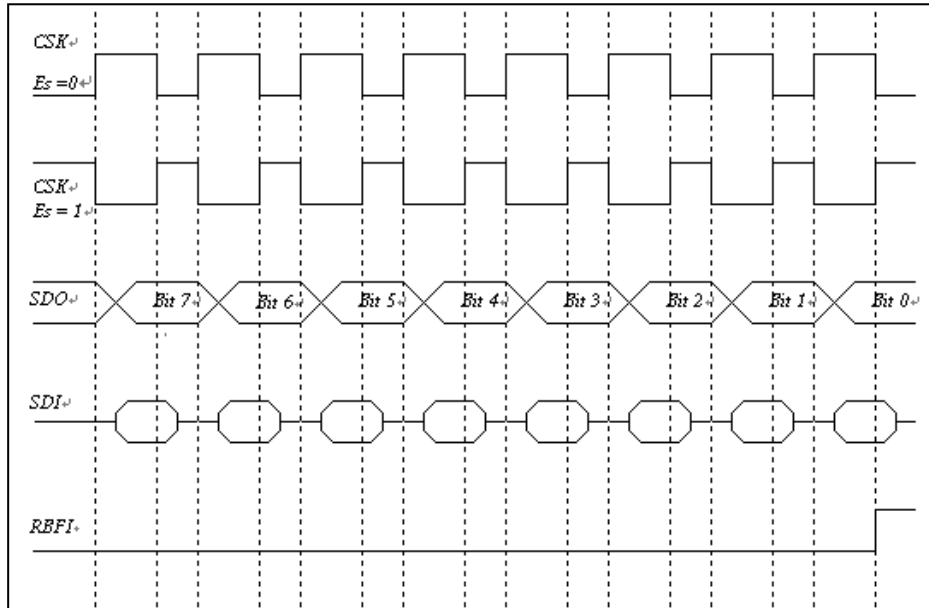
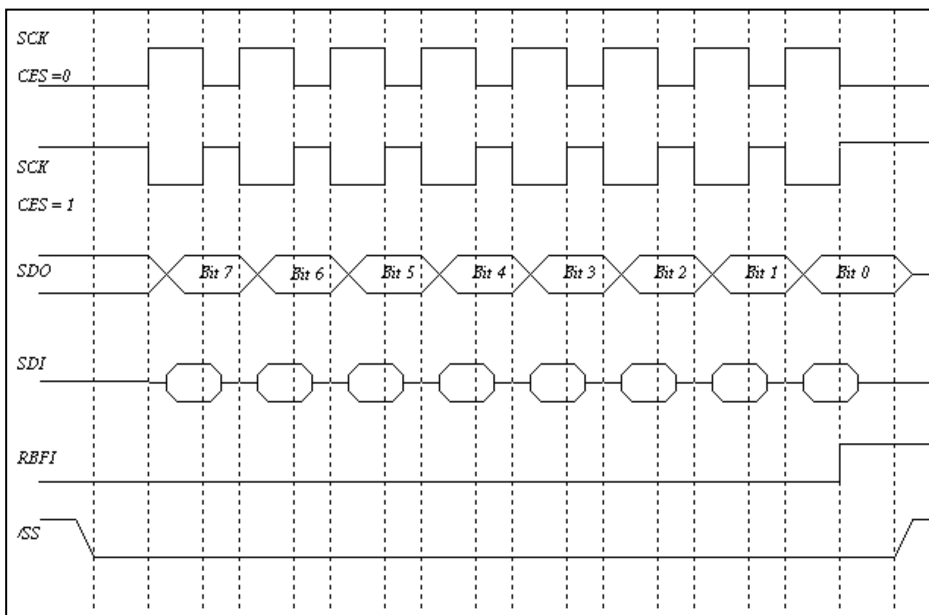

图 6-34 带有/SS 禁止的 SPI 模式
图 6-35 带有/SS 使能的 SPI 模式
- 时序如图6-34和6-35
SCK 沿通过可编程 CES 位选择。波形如图 6-34，无论 EM88F758N 在主机或从机模式，/SSdouble 禁止。然后，波形如图 6-35，仅可实现在从机模式是带有/SS 使能功能。